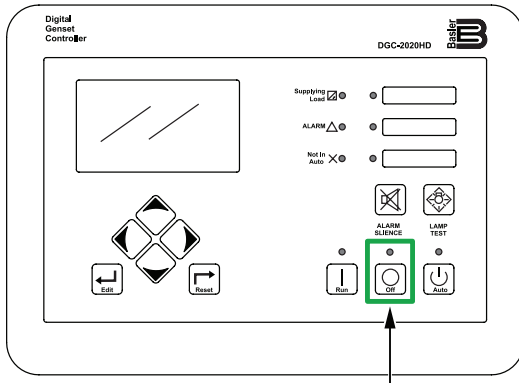

Figure 58. Contrôleur numérique bouton OFF (ARRÊT)
3. Appuyez sur le **bouton OFF (ARRÊT)** du contrôleur numérique (Figure 58) de chaque générateur du système en parallèle. Chaque moteur s'arrêtera après un processus de refroidissement d'une minute.
2. Appuyez sur le **bouton OFF (ARRÊT)** du contrôleur numérique (Figure 58) de chaque générateur du système en parallèle. Chaque disjoncteur **S'ÉTEINT** automatiquement et chaque moteur s'arrête après un processus de refroidissement d'une minute.